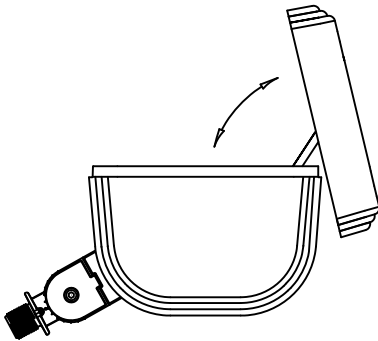

FIG. 1
2. OPEN LENS FRAME BY UNSCREWING THE FOUR 1/4-20 T-30 TORX HEAD FASTENERS ON THE FIXTURE FACE. LIFT THE DOOR FRAME STRAIGHT UP, AND OVER THE HOUSING AS SHOWN IN FIG. 1.